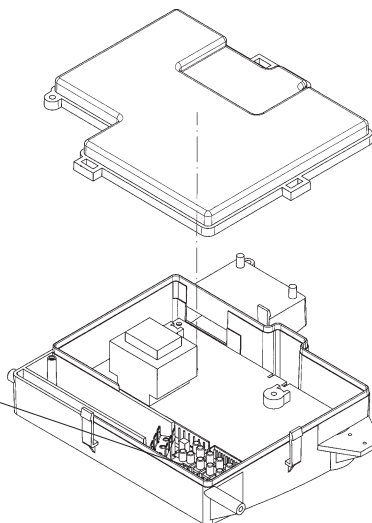

Рис.10
- для доступа к контактам снимите крышку (рис.10).
- откройте доступ к клеммам подключения электропитания (рис.10), как описано выше;
- удалите перемычку между клеммами (1) и (2);
- проденьте двухпроводной кабель, идущий от термостата, через кабеледержатель и подключите его к клеммам (1) и (2).